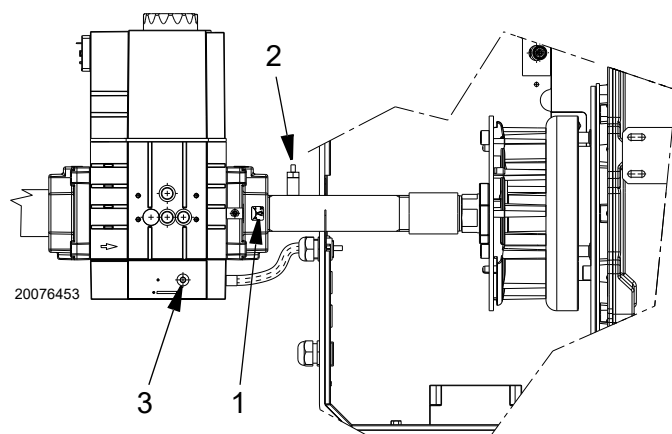

Fig. 11
* Visser en fermeture totale la vis 1)(Fig. 11), vers le signe « - », ensuite l'ouvrir vers le signe « + » selon les informations fournies dans Tab. H.
Légende (Fig. 11)